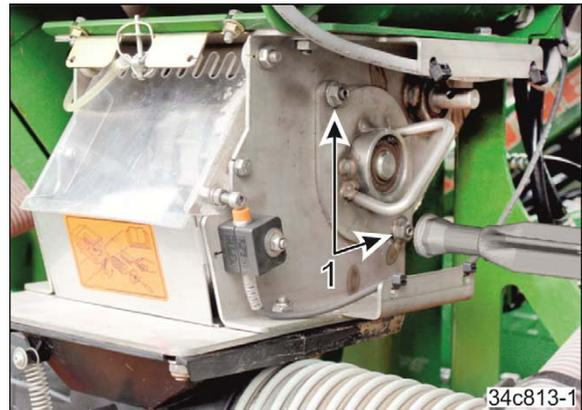

Fig. 180
- 7.2 Soltar las 2 tuercas (Fig. 180/1), no desenroscar.